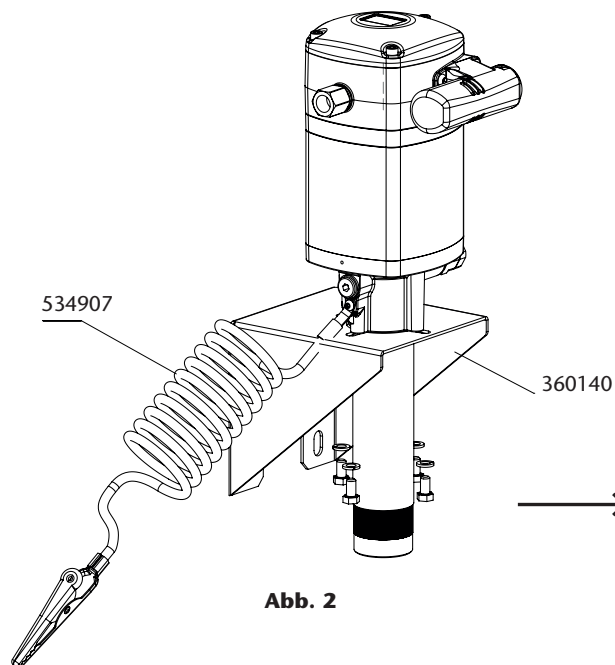

Abb. 2
b. Настенный монтаж с помощью винтов. Установить насос на настенный кронштейн (360140) и зафиксировать его винтами 4xM8 (рис. 2).